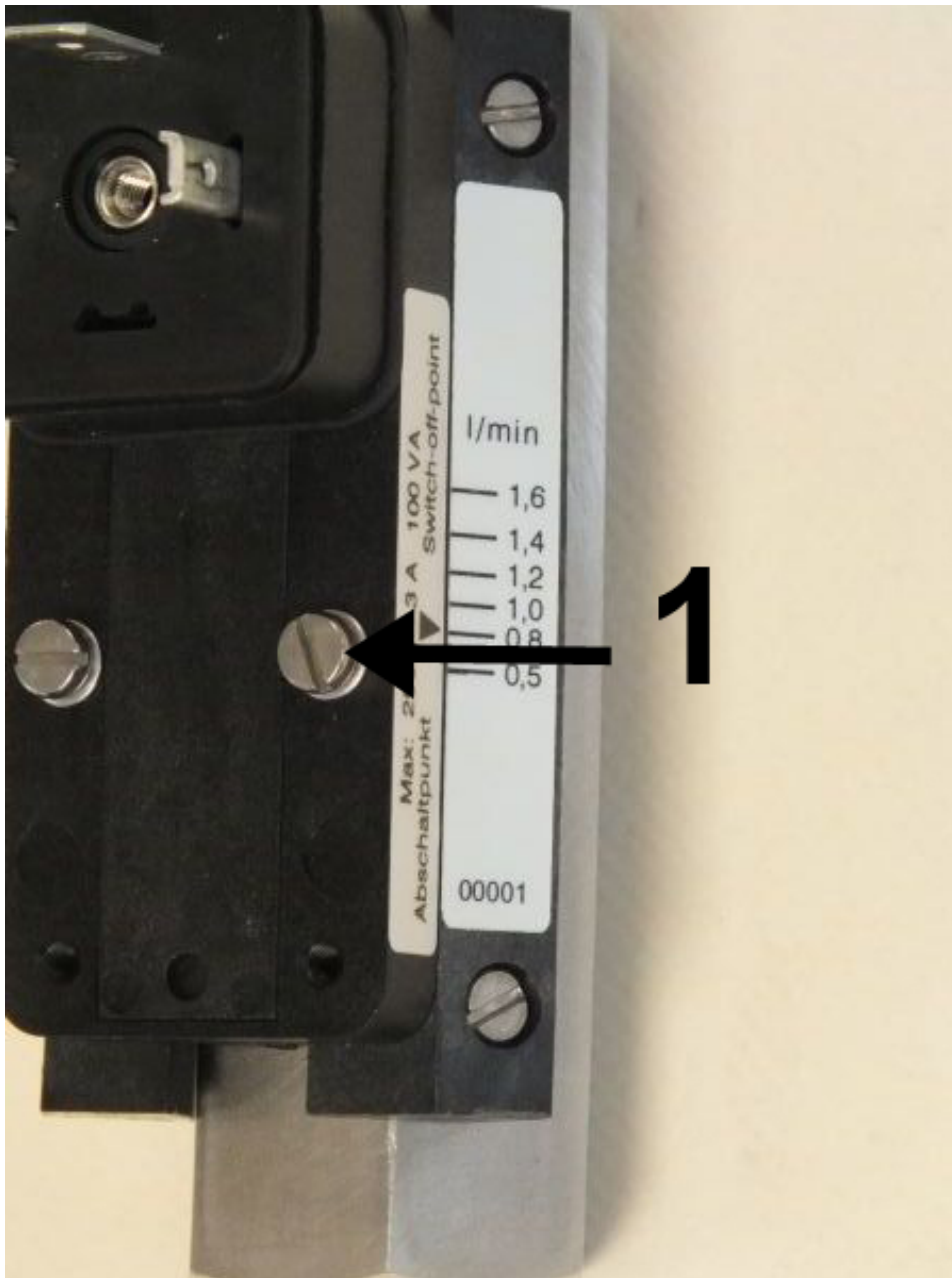

Abb. 36: Feststellschrauben lösen
1. Die Feststellschrauben des Schaltkontaktes (Abb. 36/1) mit einem Schlitzschraubendreher lösen.
3. Feststellschrauben des Schaltkontaktes (Abb. 36/1) mit einem Schlitzschraubenzieher wieder anziehen. Dabei Schrauben-Anziehdrehmoment beachten.